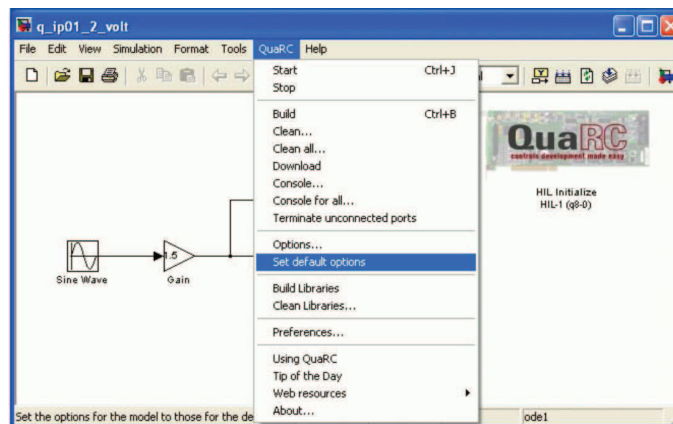

Figura 2.4: Configurando o diagrama do Simulink para execução em tempo real.
1. Na barra de ferramentas da janela do Simulink, abra o menu *QUARC|Set default options* para definir os parâmetros utilizados na execução em tempo real e configurar o diagrama do Simulink para uso externo (em oposição ao modo de simulação), conforme mostrado na Figura 2.4;